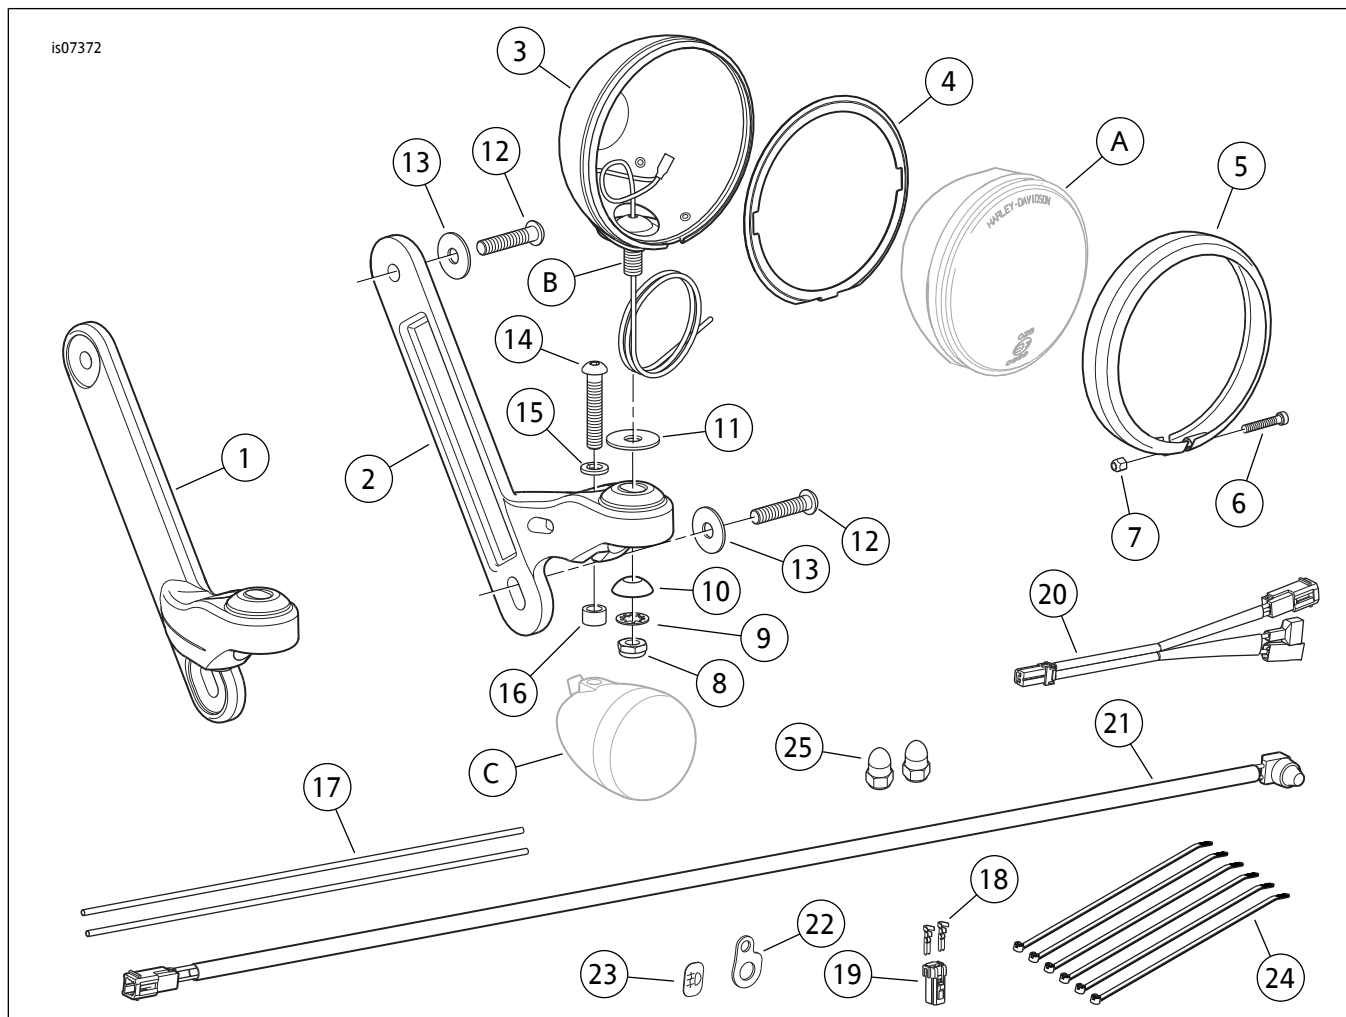

图2。维修零件：FLD辅助灯安装套件
参见图2和表1。
1. 参见图2。从此套件中取出辅助灯灯泡套件(A，单独购买)和项目1-11：
- 参见图2。从套件中取出镀铬TORX半圆头螺丝(12)和四个镀铬平垫圈(13),并取出之前组装的辅助灯和支架。
- 参见图2。从套件中取出两个内六角半圆头螺丝(14)、螺旋弹簧锁紧垫圈(15)和隔块(16)。